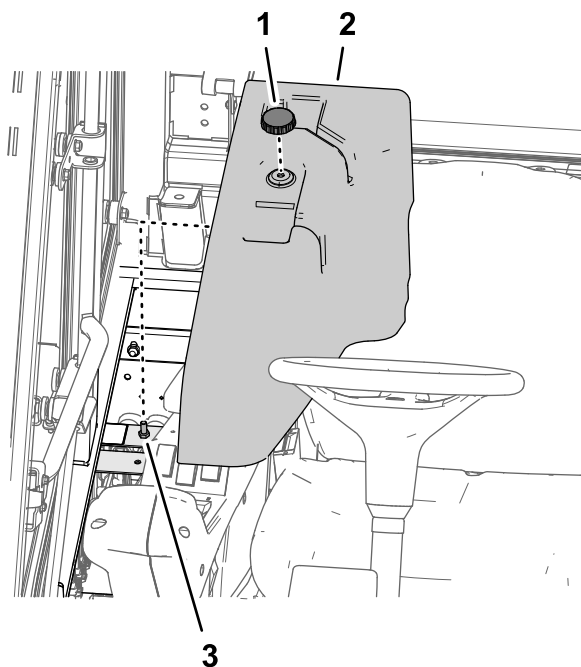

Figure 53
- Enlevez le bouton qui fixe le couvercle de la centrale d'alimentation au goujon du support de la centrale, et déposez le couvercle (Figure 53).
- Passez le goujon du support de la centrale d'alimentation dans le trou du couvercle (Figure 53).
- Fixez le couvercle sur le goujon avec le bouton que vous avez retiré à l'opération 1 (Figure 53).